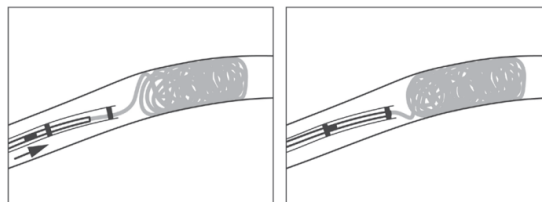

図2
11. そのままコイルを前進させ、デリバリープッシャーのラジオパイクマーカーがマイクロカテーテルのプロキシマルラジオパイクマーカーをわずかに越えて“T”字を形成するように配置する(図2)。この時点で、コイルの近位端はマイクロカテーテル遠位端のすぐ外に出ている状態である。デリバリープッシャーがこれ以上移動しないよう、回転式止血弁を締める。